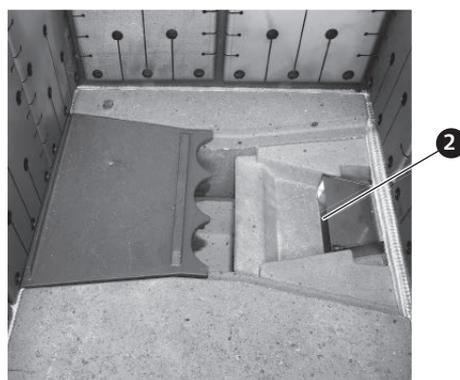

Fig. 42 Sortir les tablettes de combustion, contrôler les ouvertures d'air secondaire.
- ▶ Sortir les deux tablettes de combustion, aspirer la cendre et contrôler, ou dégager le cas échéant, les ouvertures d'air secondaire se trouvant en dessous - Fig. 42.